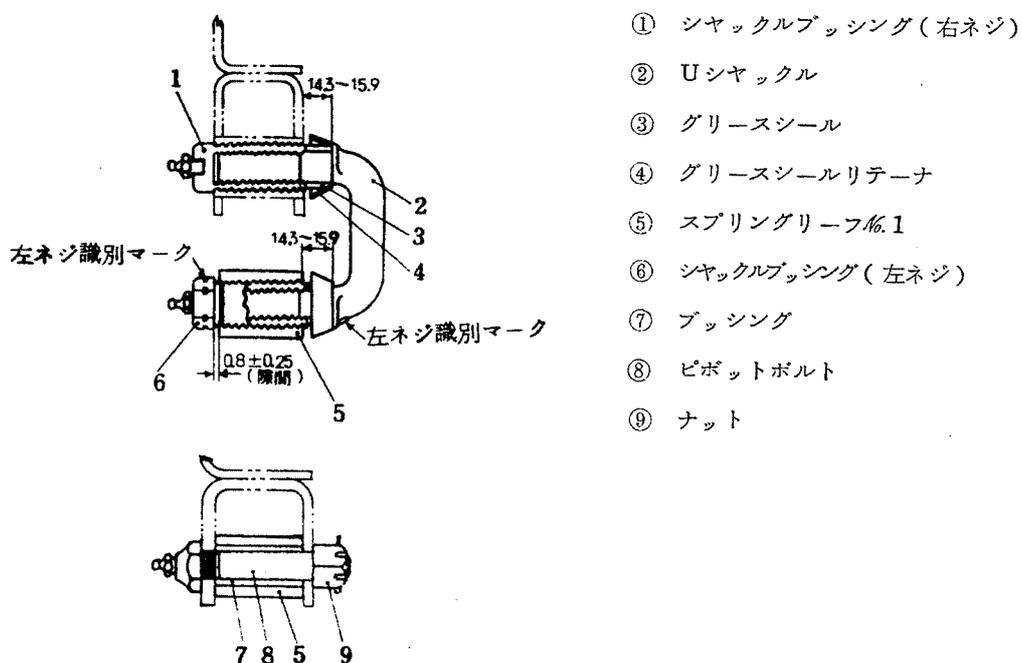

図15-5 Uシャックル及びピボットボルト
ングアイに挿入してその段付部とブラケット又はスプリングアイとの隙間を $1.4.3 \sim 1.5.9$ mmに保ちます。(図15-5参照)
- b スプリングアイ側ブッシングをネジ込みます。この場合スプリングアイ内面にはネジは切っておりませんが、ブッシングでタッピングしてネジ込みます。ナットとスプリングアイ端面の間には、 $0.8 \pm 0.25 mm$ の隙間を設けます。(図15-5参照)